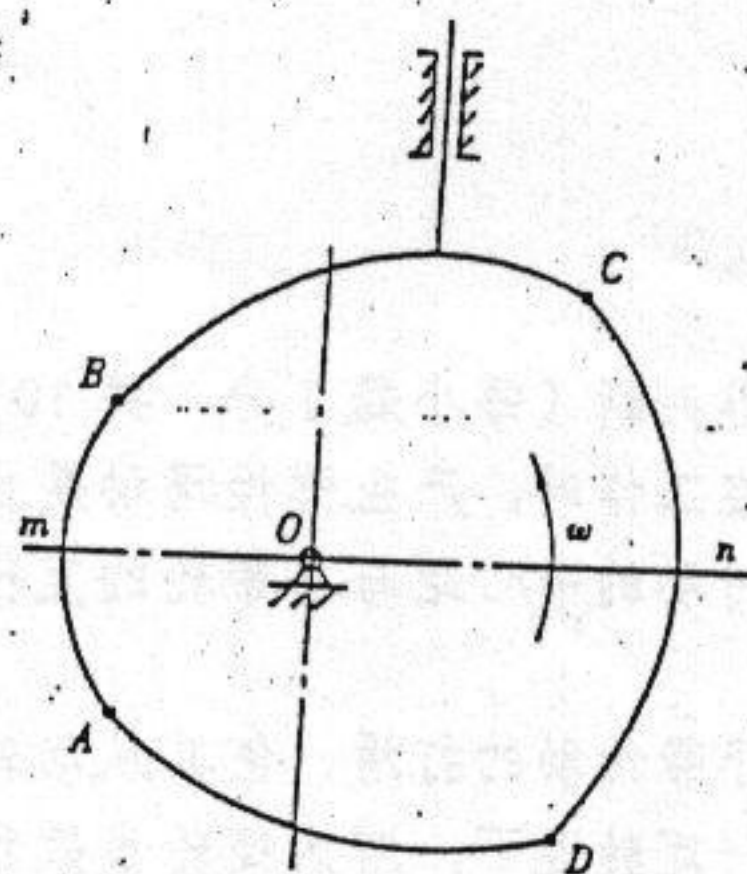

图5
2. 图5所示为一偏置移动从动件盘形凸轮机构。凸轮轮廓上的  $AmB$  和  $CnD$  为两段圆心位于凸轮回转中心  $O$  的圆弧，凸轮转向如图所示。试作图表示：凸轮的基圆半径  $r_b$ 、凸轮的推程运动角  $\phi$ 、回程运动角  $\phi'$ 、从动件当前位置时的位移  $s$ 、从动件的升程  $h$ 、凸轮的偏心距  $e$  以及从动件与凸轮在  $C$  点接触时的压力角  $\alpha$ 。